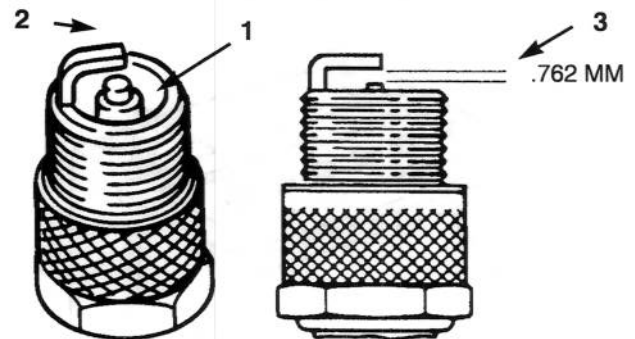

Bild 24
1. Die Mitte der Zündkerze anschauen (Bild 24). Wenn das Isolierteil hellbraun oder -grau ist, läuft der Motor richtig. Ein schwarzer Überzug bedeutet häufig einen verschmutzten Luftfilter.
2. Den Abstand zwischen der zentralen und seitlichen Elektrode feststellen (Bild 24). Bei falschem Abstand die seitliche Elektrode entsprechend verbiegen (Bild 24).